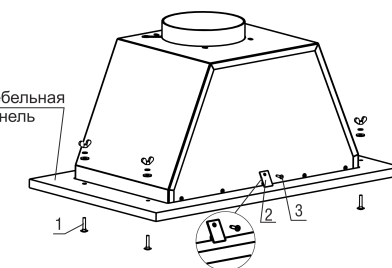

рис. 5А
6.2 Монтаж КВ «Врезной блок Flat 52П-650-КЗГ(КЗД)», «Врезной блок Flat 52П-650-ПЗГ(ПЗД)», «Врезной блок Flat 72П-650-КЗД» к подвесному элементу мебели над плитой. (рис. 5 А).